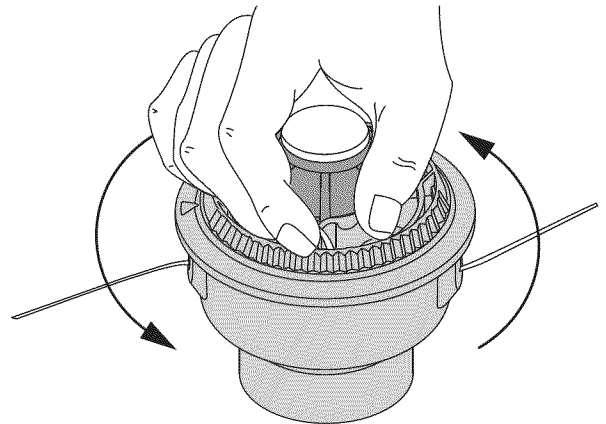

Fig. 15
8. Sostenga la bobina exterior. Bobine el carrete interior en sentido antihorario hasta que queden alrededor de 102 mm (4 pulgadas) de línea (Fig. 15). Evite topar la perilla de "bump knob" mientras está enrollando. Asegúrese de que la perilla "bump knob" esté apretada en el eje antes de continuar, luego gire la perilla "bump knob" en el sentido de las manecillas del reloj para apretarla.